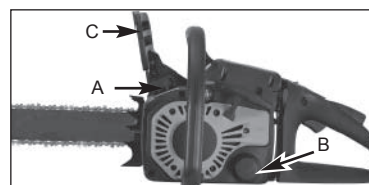

Fig. 8
1. Remplissez le réservoir à essence (A) avec le mélange de carburants adéquat (Fig. 8).
2. Remplissez le réservoir à huile (B) avec une huile à chaîne et guide-chaîne appropriée (Fig. 8).
3. Vérifiez que le frein de chaîne est débloqué (C) avant de mettre l'outil en marche (Fig. 8).